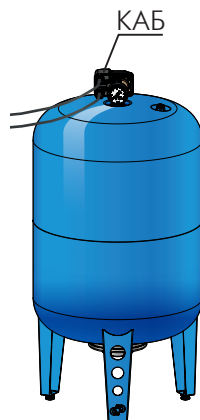

Рисунок 3
- 5. Держатель мембраны** (резьбовой штуцер с наружной резьбой 1/2" и с внутренней 1/4" на моделях 100 л, либо с наружной резьбой 3/4" и с внутренней 1/2" на моделях 200, 300 и 500 л), совместим с комплектом «КАБ» (комплект автоматики на баке, приобретается отдельно) (рисунок 3).